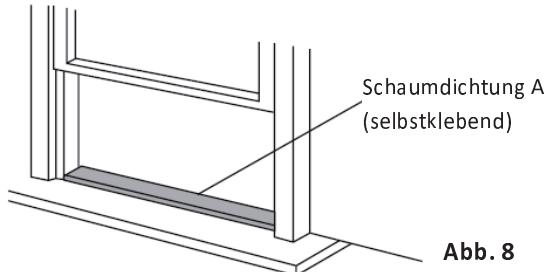
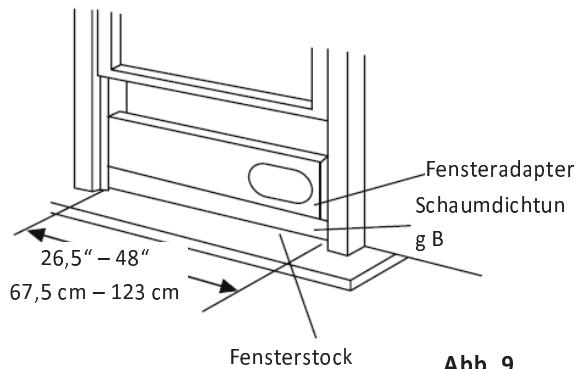

Abb. 8
Abb. 9
1. Schneiden Sie die Dichtung A (selbstklebend) auf die passende Länge zu und kleben Sie sie auf den Fensterstock, Abb. 8. Dann schneiden Sie die Dichtung B auf die passende Länge und legen Sie diese auf die Dichtung A, Abb. 9.
2. Legen Sie den Fensteradapter auf der Schaumdichtung B. Passen Sie die Länge des Fensteradapters an die Fensterbreite an, kürzen Sie den Fensteradapter, wenn die Breite des Fensters weniger als 67,5 cm / 26,5" beträgt. Öffnen Sie den Fensterflügel und positionieren Sie den Fensteradapter auf die Formdichtung B, Abb.9